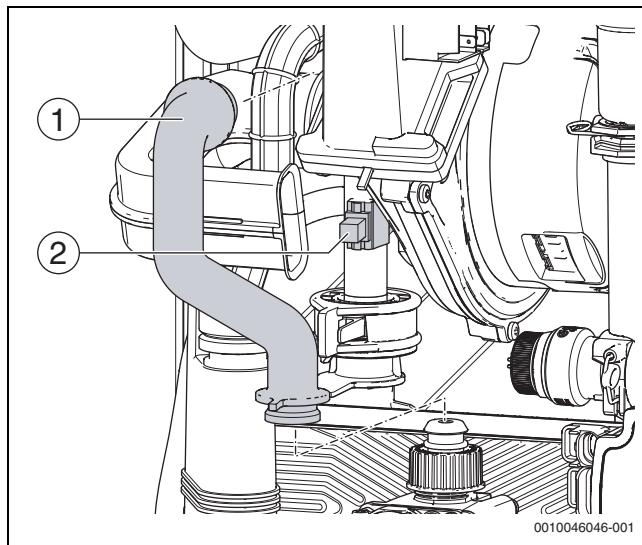

Рис. 110 Демонтаж NTC на патрубке обратной линии
- Установите новый NTC на плоской поверхности патрубка линии подачи (рядом с входом теплообменника) (→ рис. 110) (позиция: → глава 11.11, стр. 27).